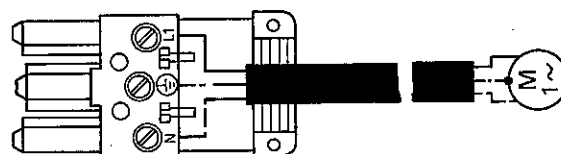

Abb. 43
1. Anschluß von Pumpe und Steckverbinder nach Abb. 43 vornehmen.